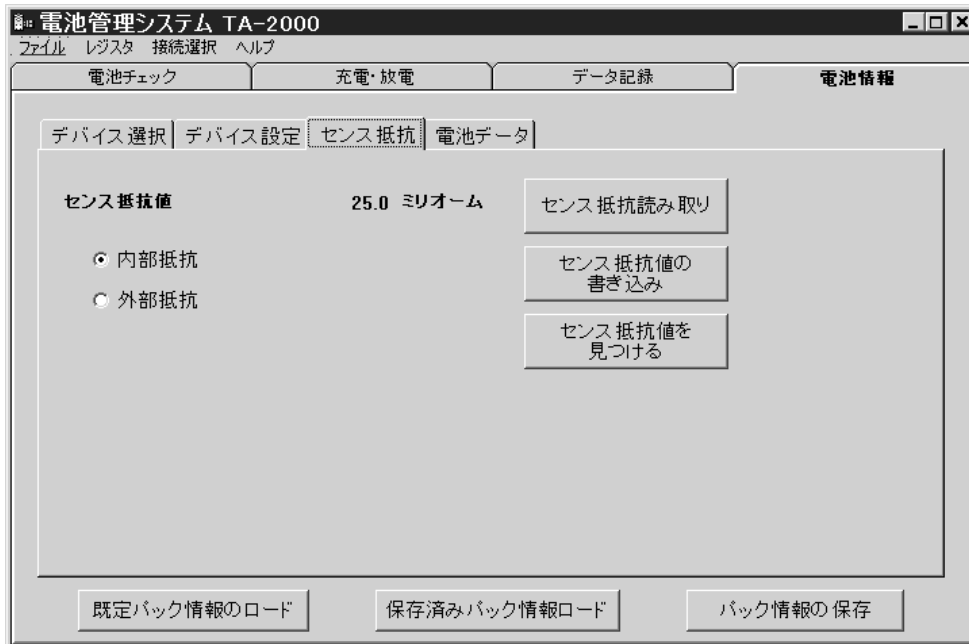

図 12 . センス抵抗画面
- 「センス抵抗」のタブをクリックしたときの表示画面を図 12 に示します。DS2751E-025 (刻印は DS2751R) は 25m のセンス抵抗を内蔵しており、外部にチップ型低抵抗器をマウントする必要はありませんが、 $\pm 20\%$ の誤差があります。この誤差は「センス抵抗の読み取り」ボタンをクリックすることで自動的に校正され、内部の不揮発性メモリーに保持されます。DS2751E は内部に 25m のセンス抵抗を持っていませんので、SNS 端子と Vss 端子間に接続した 25m の抵抗が内部抵抗となります。筆者は、コア株式会社の SL1 シリーズで、抵抗値の許容差が $\pm 1\%$ のデフォルト値の 25m を使用しました。デフォルト画面では内部抵抗が選択され、抵抗値表示が 25.0 ミリオームになっています。「センス抵抗の読み取り」ボタンをクリックすると、DS2751E-025 の場合少しの時間経過後、抵抗値の右側の 3 つのボタンが消去されます。お勧めしませんが、測定する電流値を変更する必要がある場合には、このシステムの回路図にある外部のセンス抵抗の値を変更します。